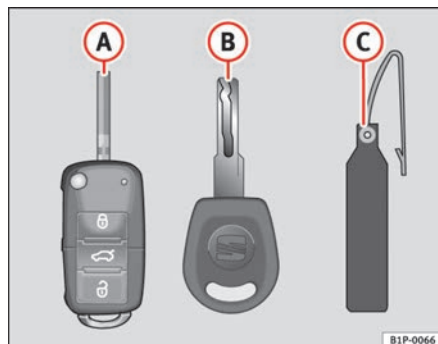

Fig. 63 Set di chiavi
- una chiave a scatto con telecomando ⇒ fig. 63 **A**,
Il codice indicato sulla targhetta ⇒ fig. 63 **B** è indispensabile per poter fare duplicati delle chiavi. Per questo motivo:
- Utilizzare le due chiavi in dotazione con il veicolo ⇒ pag. 102, fig. 63, la chiave provvista di trasmettitore  e la chiave convenzionale .